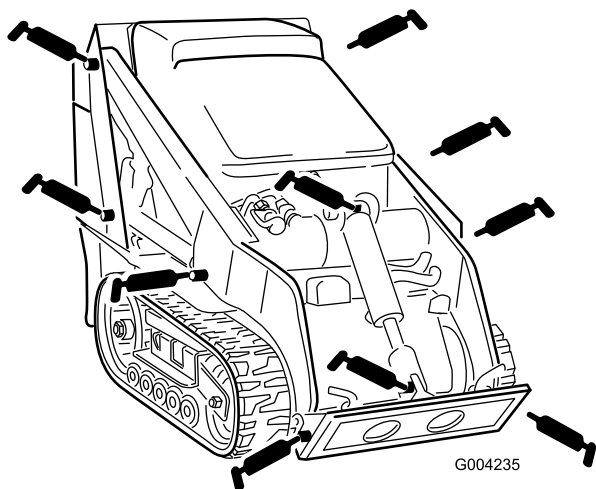
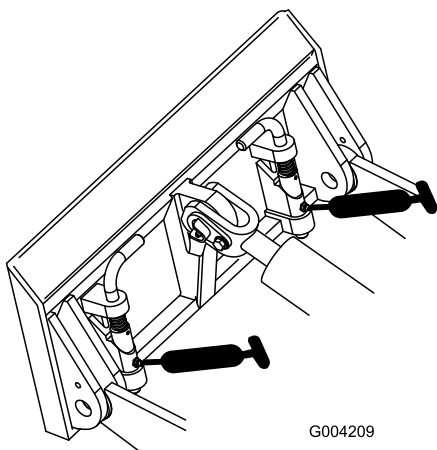

Рисунок 34
Рисунок 35
3. Присоедините к каждой масленке шприц для нагнетания консистентной смазки (Рисунок 34 и Рисунок 35).